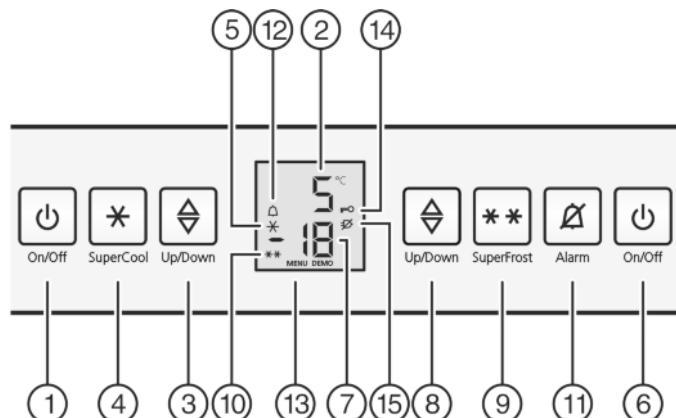

Fig. 2
- Нажмите кнопку On/Off морозильного отделения Fig. 2 (6).
- Нажмите кнопку On/Off холодильного отделения Fig. 2 (1).
- Активация режима настройки: Нажмите кнопку SuperFrost Fig. 2 (9) и удерживайте ее прим. 5 секунд.
- На индикаторе будет отображаться символ «Меню» Fig. 2 (13).
- Для подтверждения нажать и отпустить кнопку «SuperFrost» Fig. 2 (9).
- На индикаторе горит символ «Защита от детей» Fig. 2 (14).
- Нажмите и сразу отпустите кнопку On/Off морозильного отделения Fig. 2 (6).
- Символ «Защита от детей» Fig. 2 (14) гаснет.
- Нажмите кнопку Alarm Fig. 2 (11).
Одновременно мигает индикация температуры и символ тревоги Fig. 2 (12).